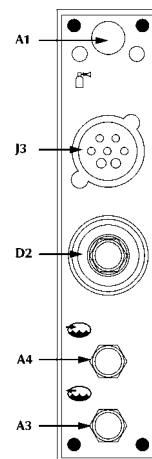

Fig. 9
- Sluit de kabelbundel aan op het contactpunt D2 / J3 (fig. 9) en de leidingen van de koelvloeistof, als er koelvloeistof gebruikt wordt, op de aansluitingen A3 / A4.
- Sluit de gasslang aan op de aansluiting van $\frac{1}{2}$ inch op de achterkant (fig. 9).